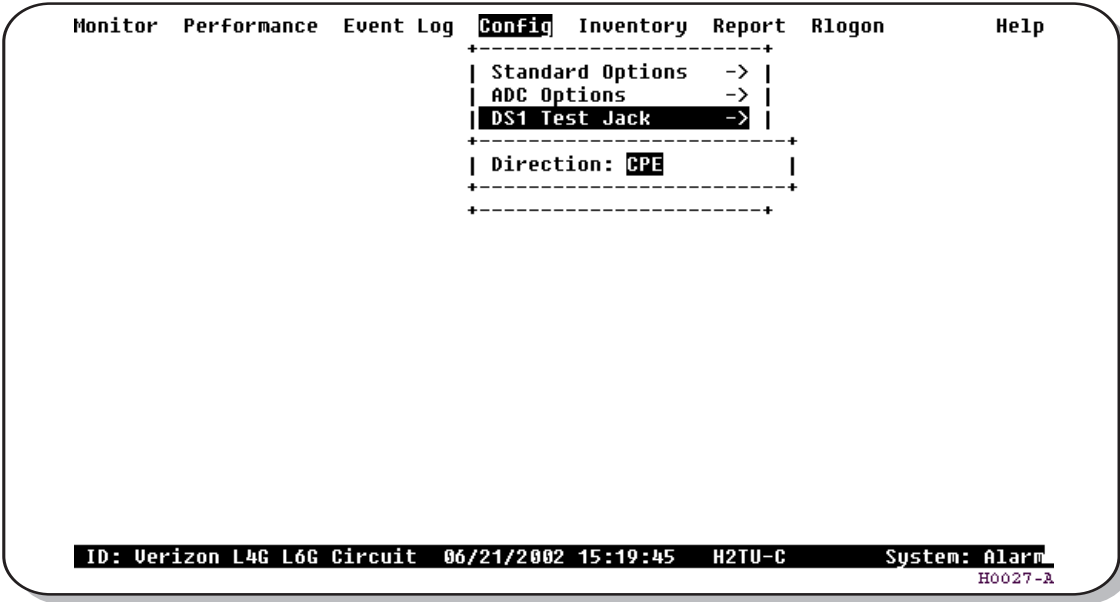

Figure 31. Config Menu - DS1 Test Jack
- 2 Use the **↑** and **↓** arrow keys to select **DS1 Test Jack** (Figure 31), then press **ENTER**.